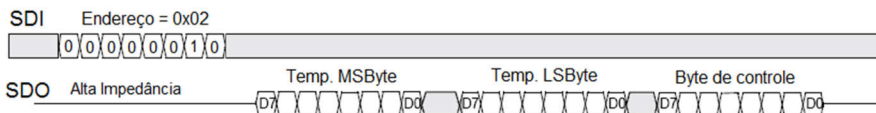

Fig. 14.6 – Transferência de múltiplos bytes para o TC72.
- O usuário pode enviar o endereço do byte alto para ler os dois bytes de temperatura e o byte do registrador de controle. Na fig. 14.6, é ilustrada a leitura e escrita de múltiplos bytes.